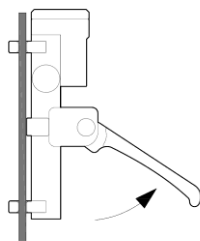

Fig. 2
1. Suelte la palanca. (Fig. 2)